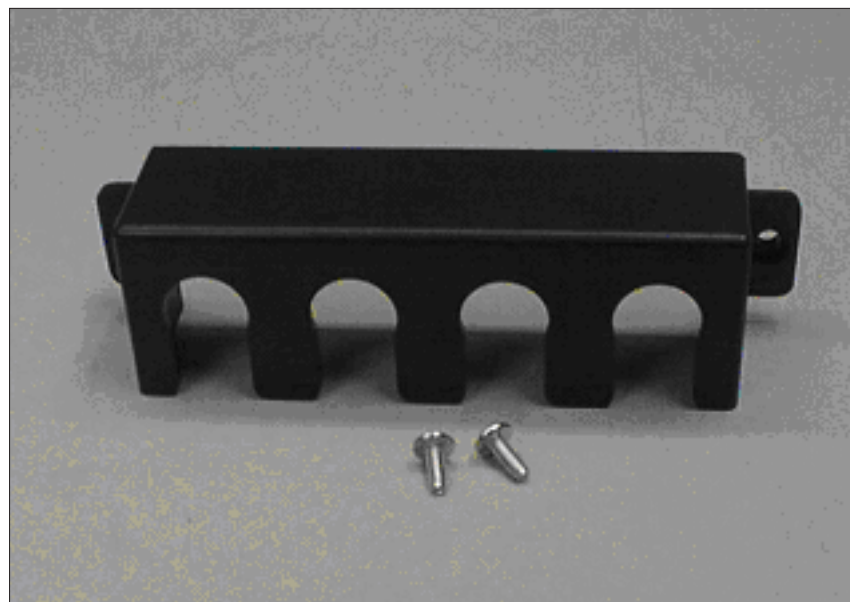

図 18. 2145 UPS-1U の電源ケーブル保持ブラケット・ハードウェア
2. パッケージからブラケットと 2 個のねじ (図 18 参照) を取り出します。